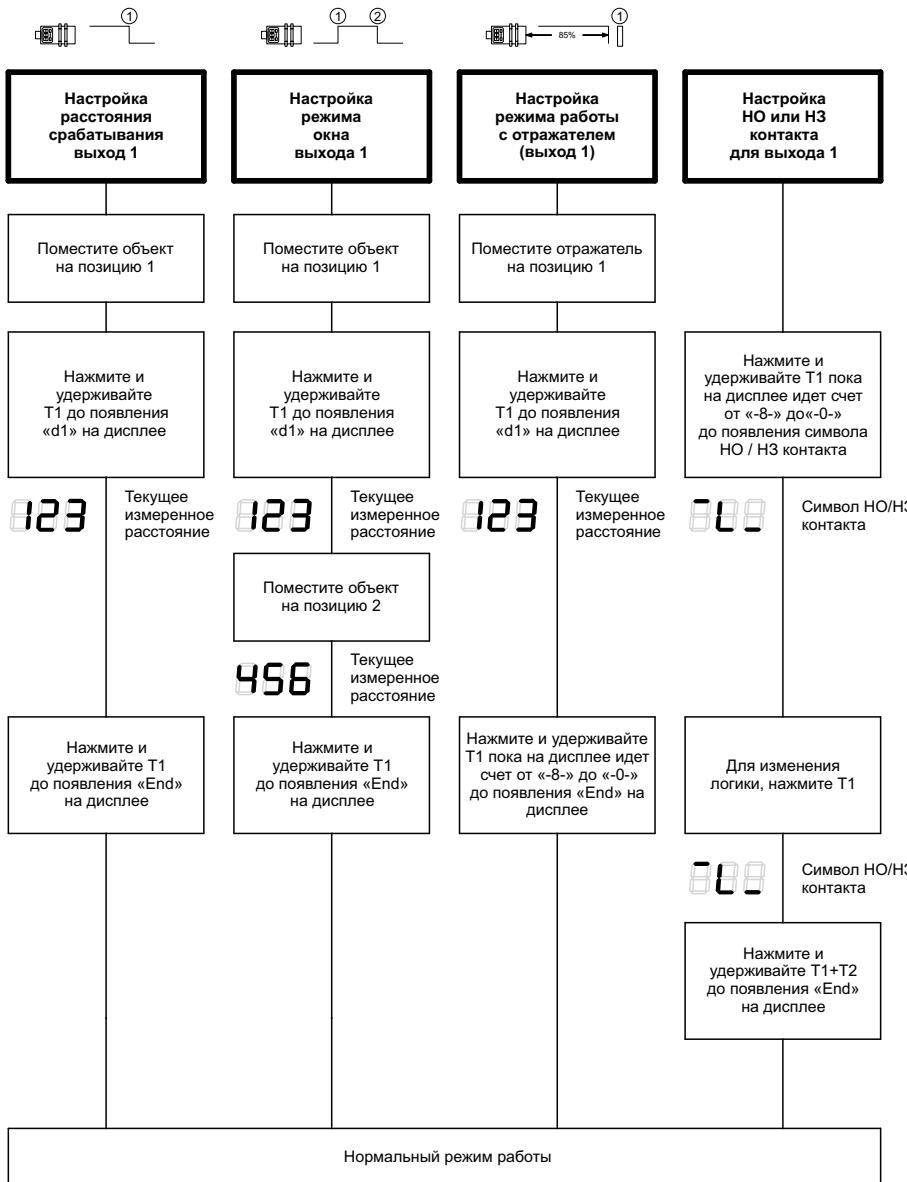

Рисунок 8 – Задание параметров с помощью процедуры «обучения» (дискретный выход 1) для датчика hps+.../DD/TC
- 2) С помощью процедуры обучения на объекте (см. рисунок 8 – 9).